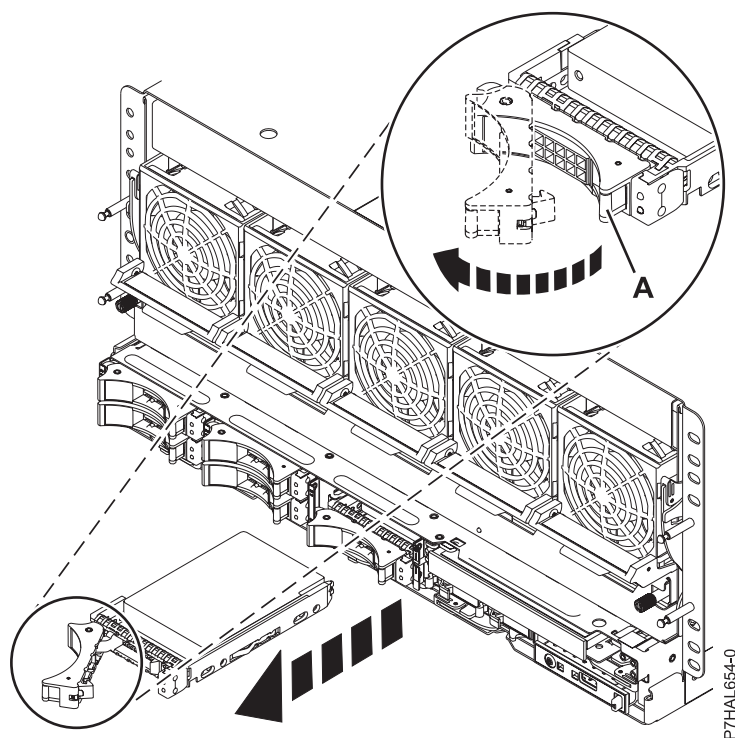

Figura 29. Extracció d'una unitat de disc del sistema
1. Al sistema, desbloquegeu la nansa de la unitat estrenyent-la i estirant-ne en la vostra direcció, com es mostra la Figura 29 a la pàgina 47.